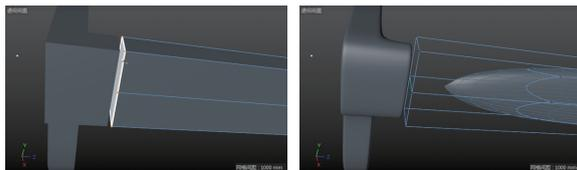

图 5-89
**04** 在“创建工具”工具列中单击“封闭多边形孔洞”按钮, 将挤压端面封闭。再结合细分效果查看封闭效果，如图 5-89 所示。